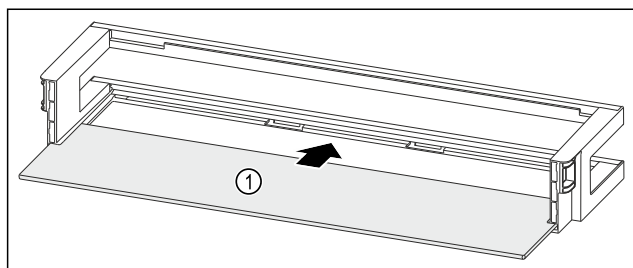

Fig. 98 Dørhylde med hylde
- Skub hylde Fig. 98 (1) ind i udsparingerne i siden.